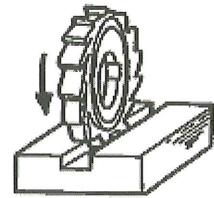

図5 刃物
- (1) ステンレス鋼やアルミニウムのように、比較的粘性の強い材料を切削すると、切りくずの一部が刃先に凝着する。この刃先についた切りくずは加工硬化によって固まり、切り刃に代わって切削作用をする。このときの刃先を何と呼ぶか名称を答えよ。
- (2) 工作物に穴をあけるきりもみ作業が主なもので、ドリルに回転と軸方向の直線送りを与えて行う工作機械の名称を答えよ。
- (3) 工作物を回転させ、刃物に送りと切込みを与え、工作物を目的の形にする切削加工に用いる工作機械の名称を答えよ。
- (4) 図5のような刃物を回転させ、テーブルに固定して送り運動を与えた工作物に、平面・曲面・みぞなどを削る工作機械の名称を答えよ。